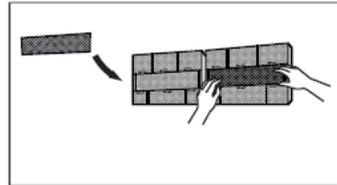

fig. 17 -
4. Retire el filtro purificador de aire en la parte posterior del filtro principal ("fig. 17 -") y límpielo con una aspiradora